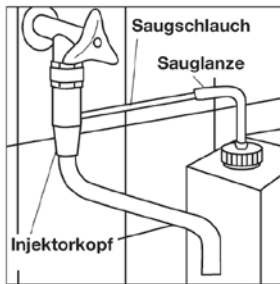

Bild 2
- Die Sauglanze aus dem Kanister herausziehen (Bild 2).